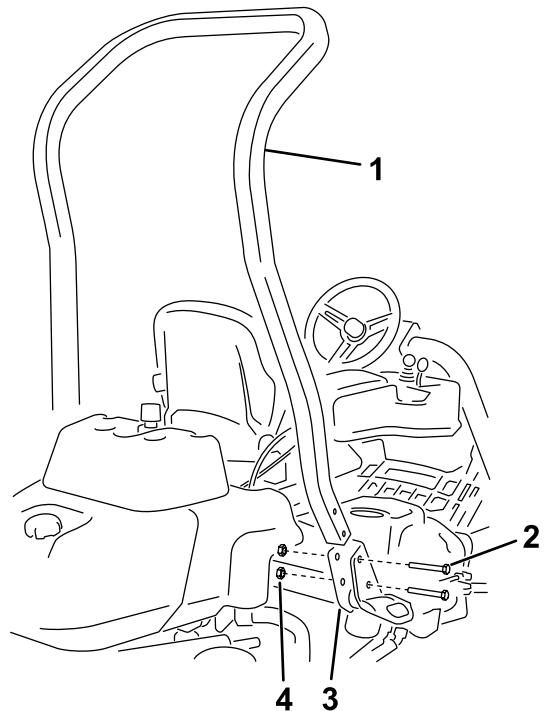

Рисунок 3
3. С помощью 4 болтов (½ x 3¾ дюйма) и 4 фланцевых гаек (½ дюйма) установите защитную дугу в кронштейны конструкции ROPS на каждой стороне машины, как показано на Рисунок 3.